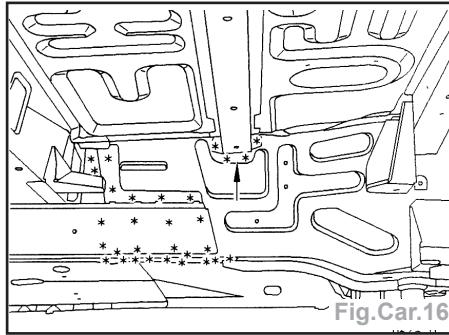

Fig.Car.16
- Dégrafer les lignes de points à l'aide d'une fraise de Ø 8mm (Fig.Car.16).